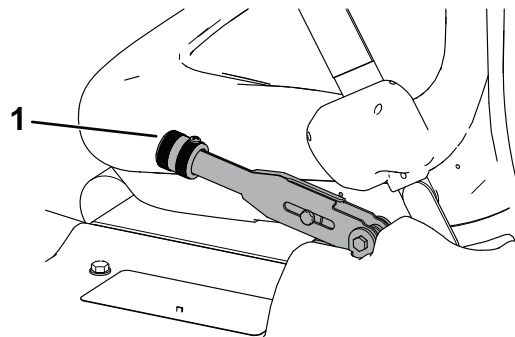

Figura 50
2. Desaperte o parafuso de afinação que fixa o manípulo à alavanca do travão de estacionamento (Figura 50).